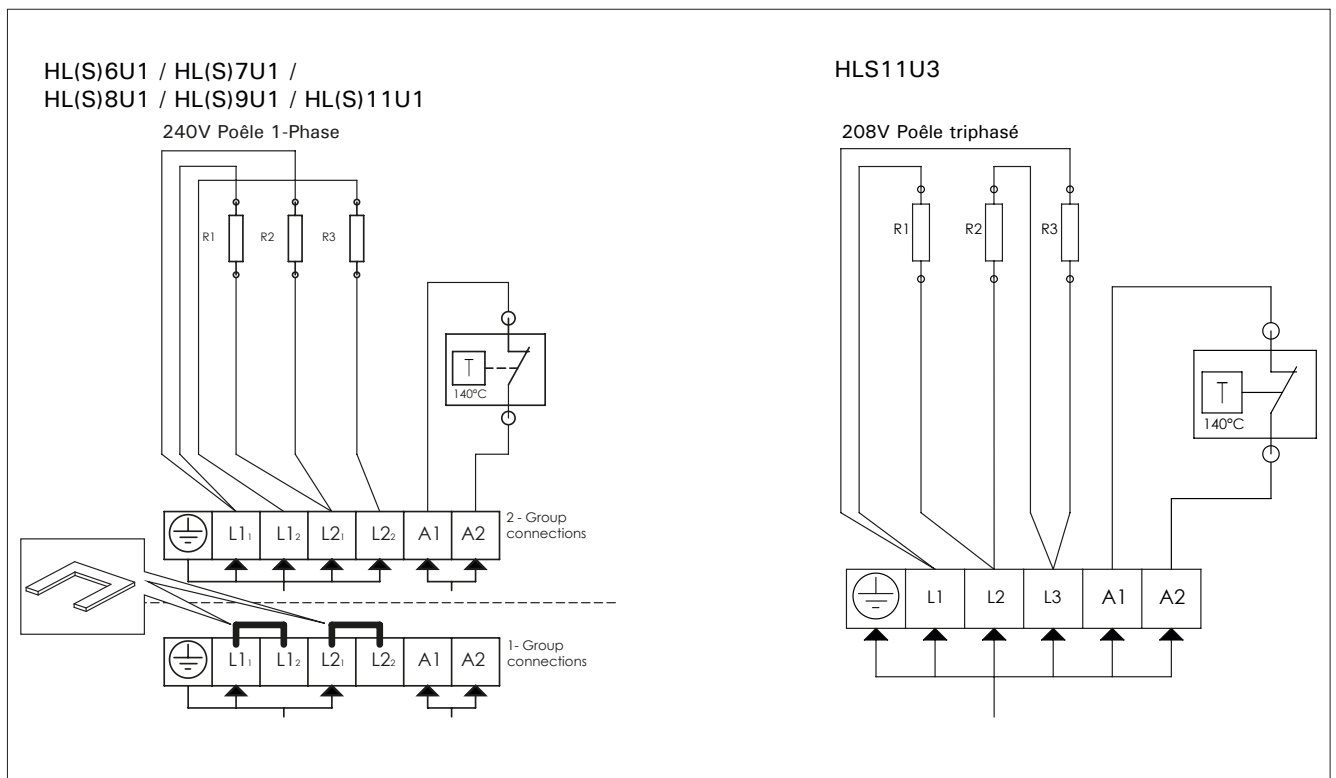

Figure 6. Connexions électriques du poêle
- Installez le capteur (WX248), fourni avec le poêle comme indiqué dans figure 6.